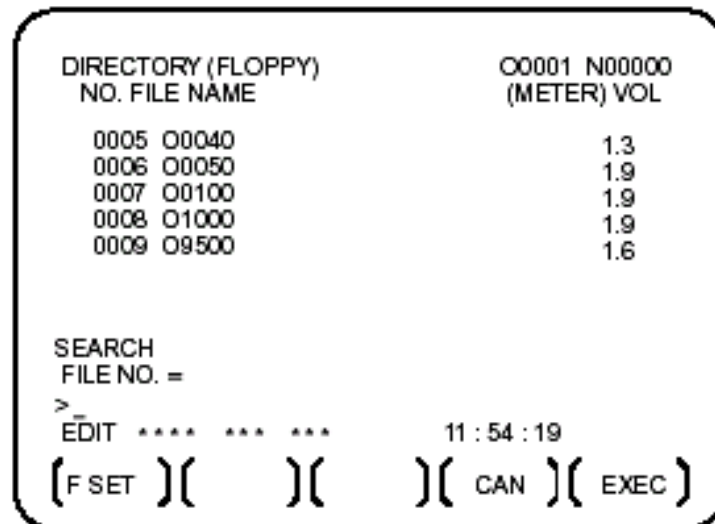

图 8.8.1(b)
- 10 按软键 [CAN] 返回到图 8.8.1(a)的画面。